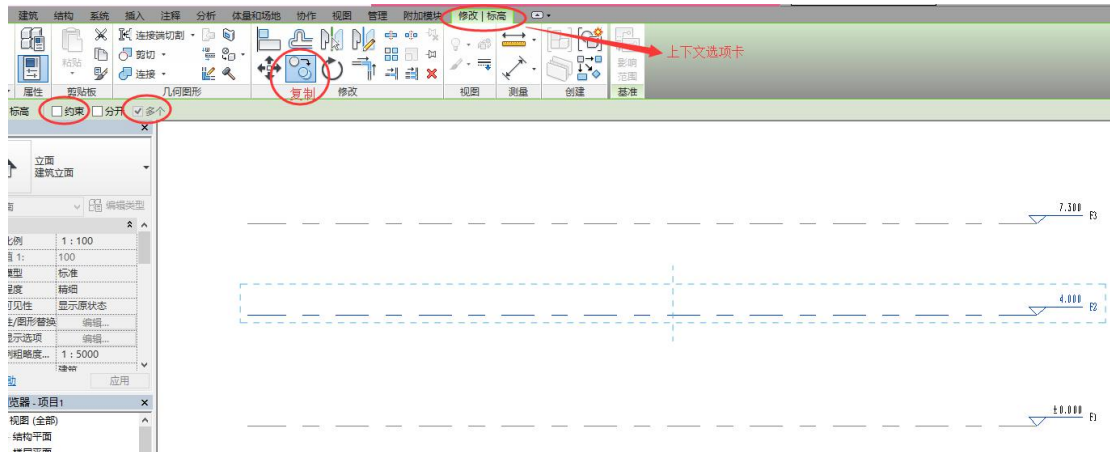

图 2-8 复制标高
• 利用工具栏“复制”工具，创建 F4 至 F6 标高，方法如下：选择标高“F3”，此时选项卡栏会出现“修改 | 标高”上下文选项卡。单击“复制”命令，选项栏勾选“约束”、“多个”（图 2-8）。此时，状态栏显示“单击可输入移动起点”。移动光标在标高“F3”上单击